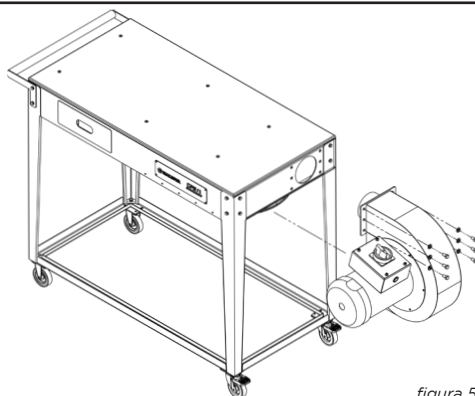

figura 5
5. Posicione o motor do equipamento no local indicado (**Figura 5**), fixando o mesmo utilizando os parafusos fornecidos (por questões de segurança recomenda-se o auxílio de mais uma pessoa). É recomendado também o uso de silicone (não fornecido) para melhor vedação e desempenho do coletor.